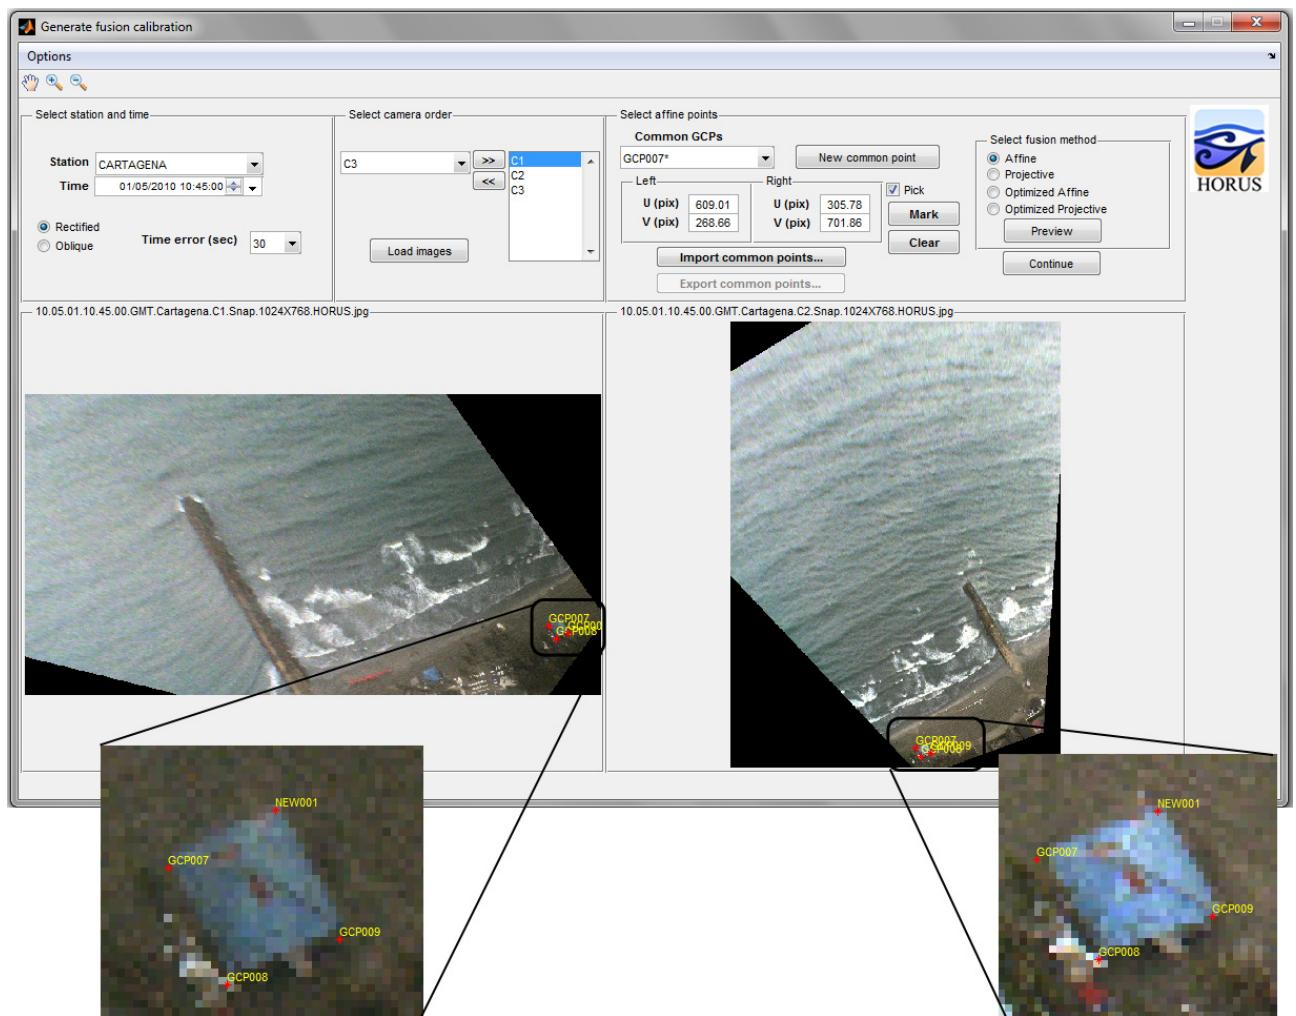

Figura 8.6: Marcación del nuevo punto común en generar fusión
- Se agregará un nuevo punto como se indicó anteriormente. En la figura 8.6 se muestra este punto marcado, que corresponde a la esquina superior derecha de la caseta azul.